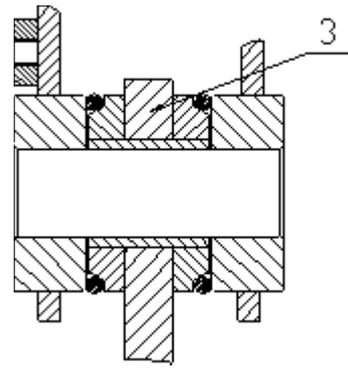

Figura 3
Retire el o-ring viejo, instale el nuevo (4, Figura 3) y confirme que el o-ring en la ranura del brazo elevador (3) se haya limpiado.